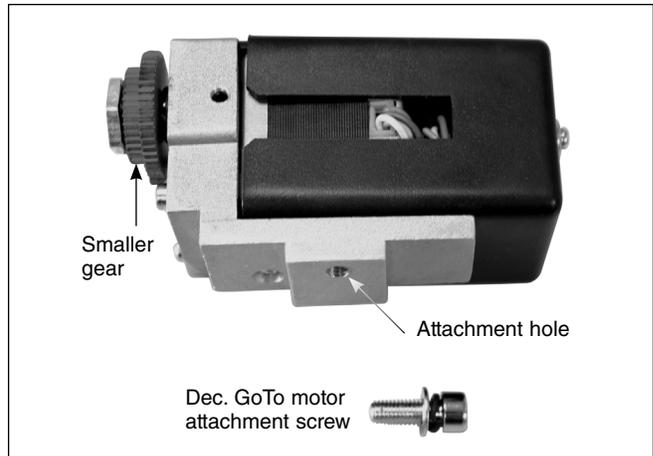
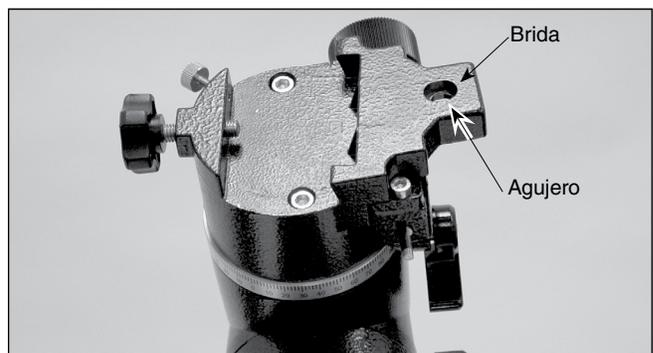
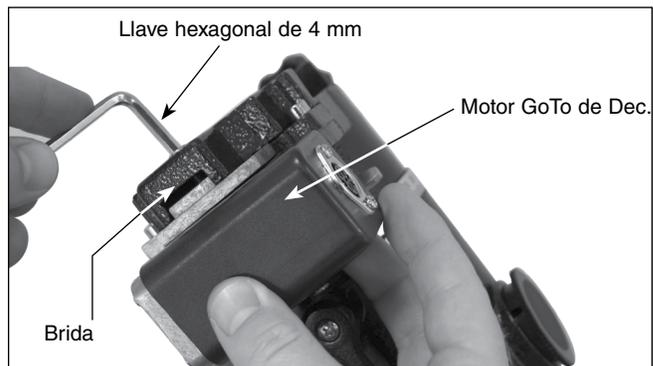

Figura 9. The Dec. GoTo motor assembly
Figura 10. Posición de la brida en la montura
Figura 11. Colocación del motor GoTo de Dec.
3. La unidad de motor GoTo de Dec. se identifica por su cuerpo rectangular negro (figura 9). Se coloca al lado de la montura ecuatorial con el tornillo de fijación del motor GoTo de Dec. que atraviesa el agujero de la brida que hay en la parte superior de la montura ecuatorial (figura 10). La unidad de motor debe colocarse de manera que quede orientada como se muestra en la figura 11. Sujete la unidad de motor de manera que su agujero roscado quede alineado con el agujero que hay en la parte superior de la montura. Coloque la arandela de presión y, a continuación, una arandela plana en el tornillo de fijación del motor GoTo de Dec. Utilice la llave hexagonal de 4mm para enroscar el tornillo de fijación en el agujero de fijación de la unidad de motor hasta que quede firme, pero no lo apriete demasiado.